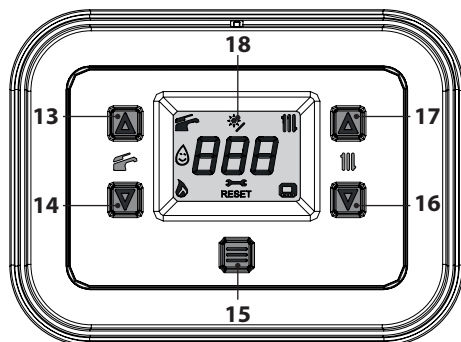
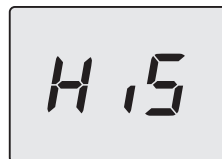
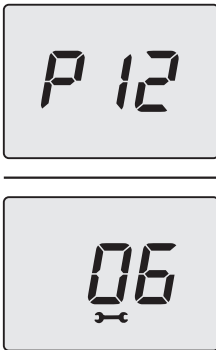
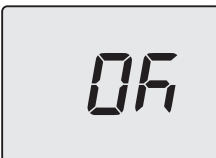

Figura 5.41
Figura 5.42
Figura 5.45
Figura 5.46
- Entrare in "modalità programmazione" premendo contemporaneamente per 5 secondi i tasti 14 e 16 (Figura 5.41) fino a far apparire sul display LCD le lettere **HIS** che indicano il menu "Storico delle caldaie" (Figura 5.42).
- Premere per 1 sec. il tasto 15 (Figura 5.41) per entrare nel parametro selezionato. Il display visualizzerà quanto segue (Figura 5.45).
- Premendo il tasto 15 (Figura 5.41) si ottiene la conferma del valore inserito. Il display visualizzerà per 5 sec. quanto segue (Figura 5.46) poi, si porterà al livello superiore.
- Premendo contemporaneamente i tasti 14 e 16 (Figura 5.41) si esce senza modificare il valore (ritorno al livello precedente).
- tenere premuti contemporaneamente i tasti 14 e 16 per 5 sec. (Figura 5.41) (ritorno al livello precedente).